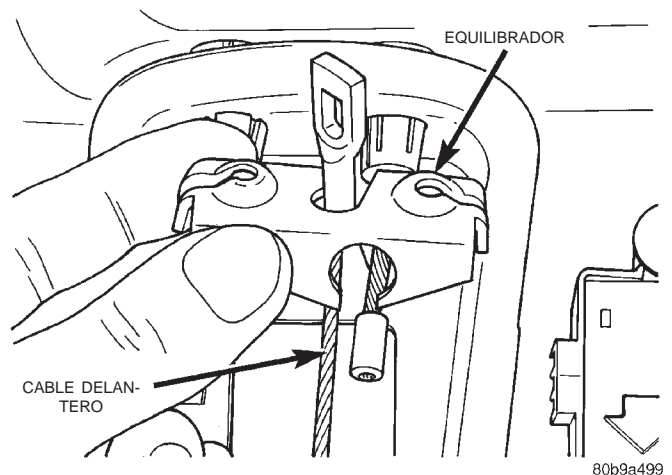
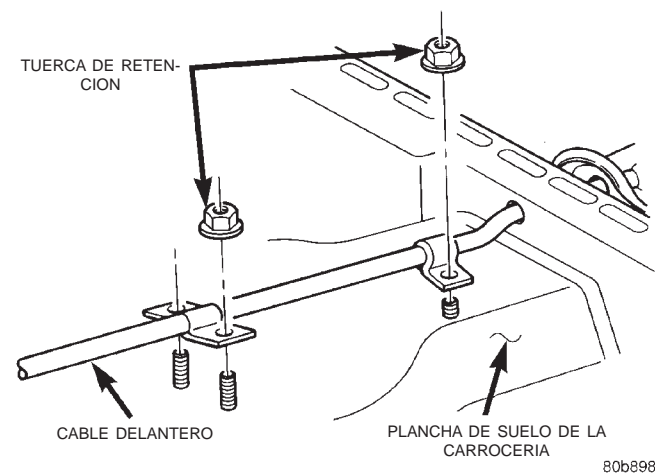

Fig. 49 Equilibrador de cables
Fig. 50 Cable delantero de freno de estacionamiento
(5) Desenganche el extremo del cable delantero del equilibrador (Fig. 49).
(6) Desenganche el extremo del cable delantero de la palanca de freno de estacionamiento.
(7) Retire la alfombra delantera. Consulte el grupo 23, Carrocería.
(8) Retire las tuercas de retención del cable delantero (Fig. 50) de la plancha del suelo de la carrocería.